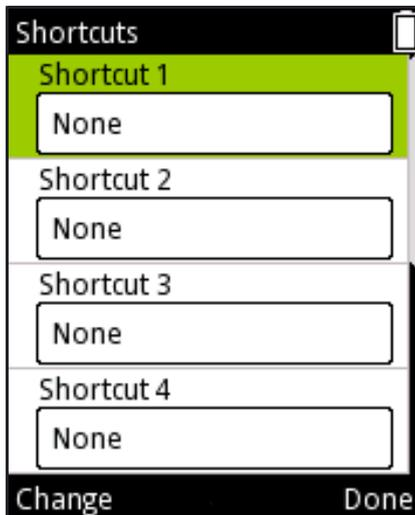

Abb. D43.
3. Die vier Schnellzugriff-Platzhalter sind zunächst nicht belegt („None“, Abb. D43)